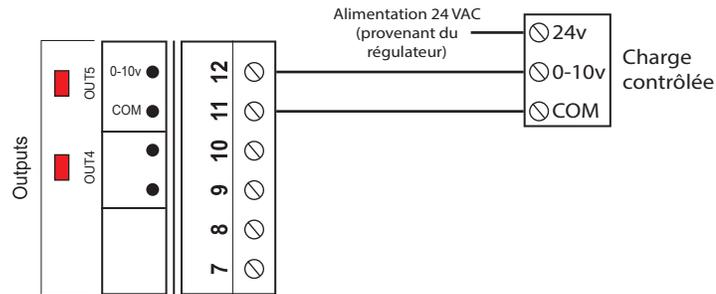

Figure 12 - Raccordement de la sortie analogique (alimenté par le régulateur)
- 1) Le C1000 alimente la charge et fournit un signal de contrôle (voir Figure 12):